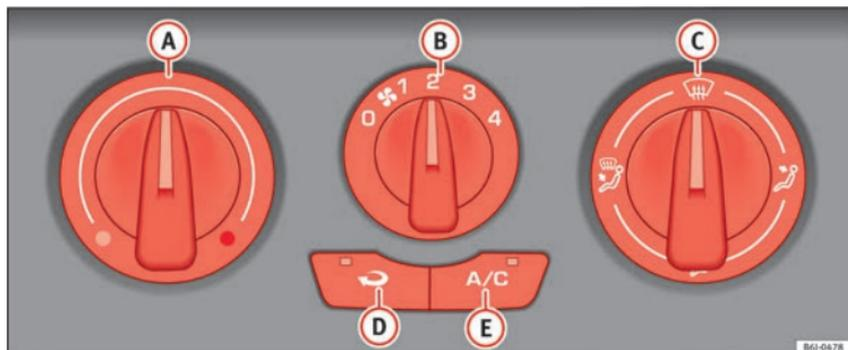

Fig. 128 Sul cruscotto: i comandi dell'aria condizionata.
- I comandi » fig. 128 **A** e **C**, e la manopola **B**, servono a regolare la temperatura, a selezionare il livello di potenza del ventilatore e ad indirizzare il flusso d'aria.